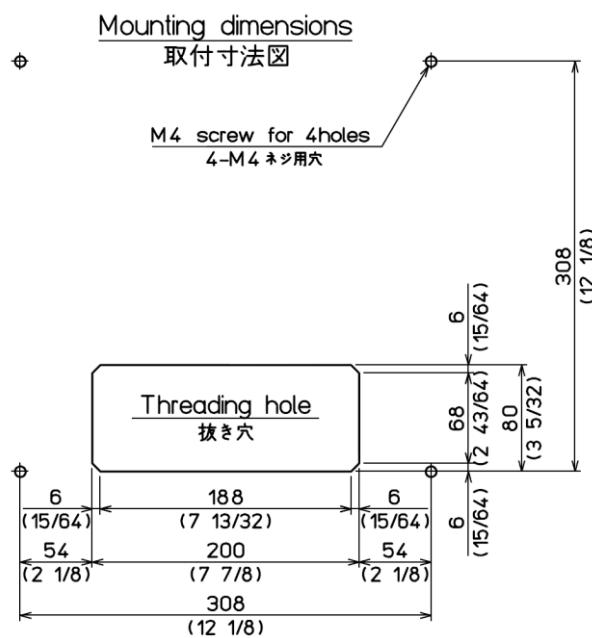

図 1.10 17 インチ LCD モニターのフラッシュマウント取付穴加工図
- (1) 設置場所にケーブル用の角穴をあけます。(図 1.10 参照)
- (2) 本体と角穴が合うか、ハメ合わせを確認します。不具合があれば角穴を修正します。
- (3) 電源用と送受波器用のコネクターを、それぞれ本体に接続します。
- (4) 17 インチ LCD モニターを 4mm のタッピングネジ (または M4 なべ小ネジ) 4 本で固定します。(4mm ネジは取り付け部の厚さに応じたネジを手配してください。)